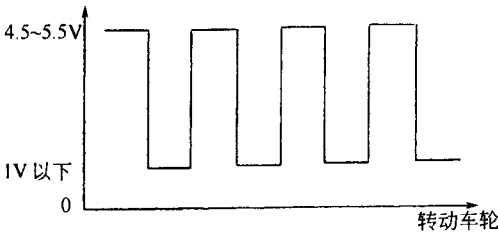

图 9-77
- d. 慢慢转动前轮，测量表 9-33 所示端子之间的电压。电压应交替变化，如图 9-77 所示。
慢慢转动前轮, 测量车速表传感器 2 和 3 端子之间的电压。电压应交替变化(见图 9-77)。